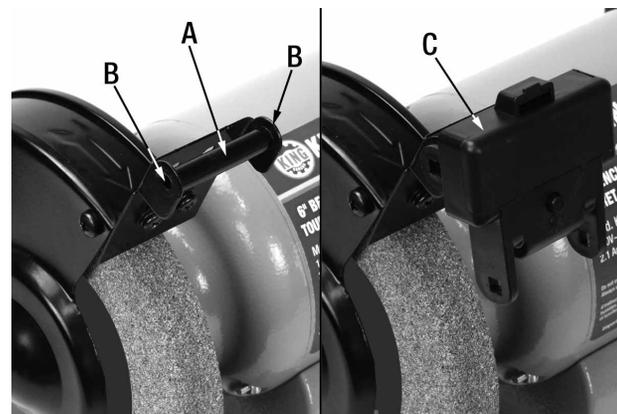

FIGURE 4
2. Réglez les plaques anti-étincelles (A) Fig.4 jusqu'à ce qu'elles soient à 1/16" des meules (D). Serrez fermement les vis à tête bombée (C). Comme les meules s'usent, réajustez les plaques anti-étincelles pour maintenir la distance de 1/16" de la meule.
1. Glissez le manchon du boulon (A) Fig.4 entre les trous de montage de la plaque anti-étincelles (B), positionnez la lumière DEL assemblée (C) par dessus les trous de montage de la plaque anti-étincelles tel que montré.